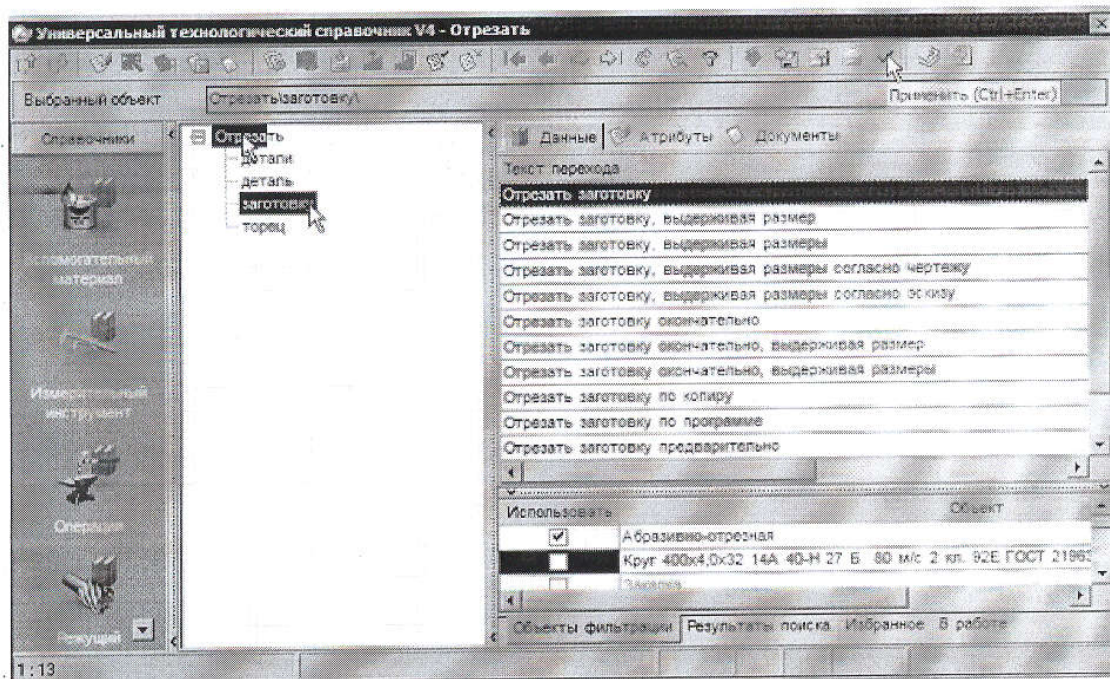

Рисунок 18
3. В окне справочника УТС выберите последовательно *Отрезать заготовку*. Нажмите кнопку *Применить* (рис. 18).